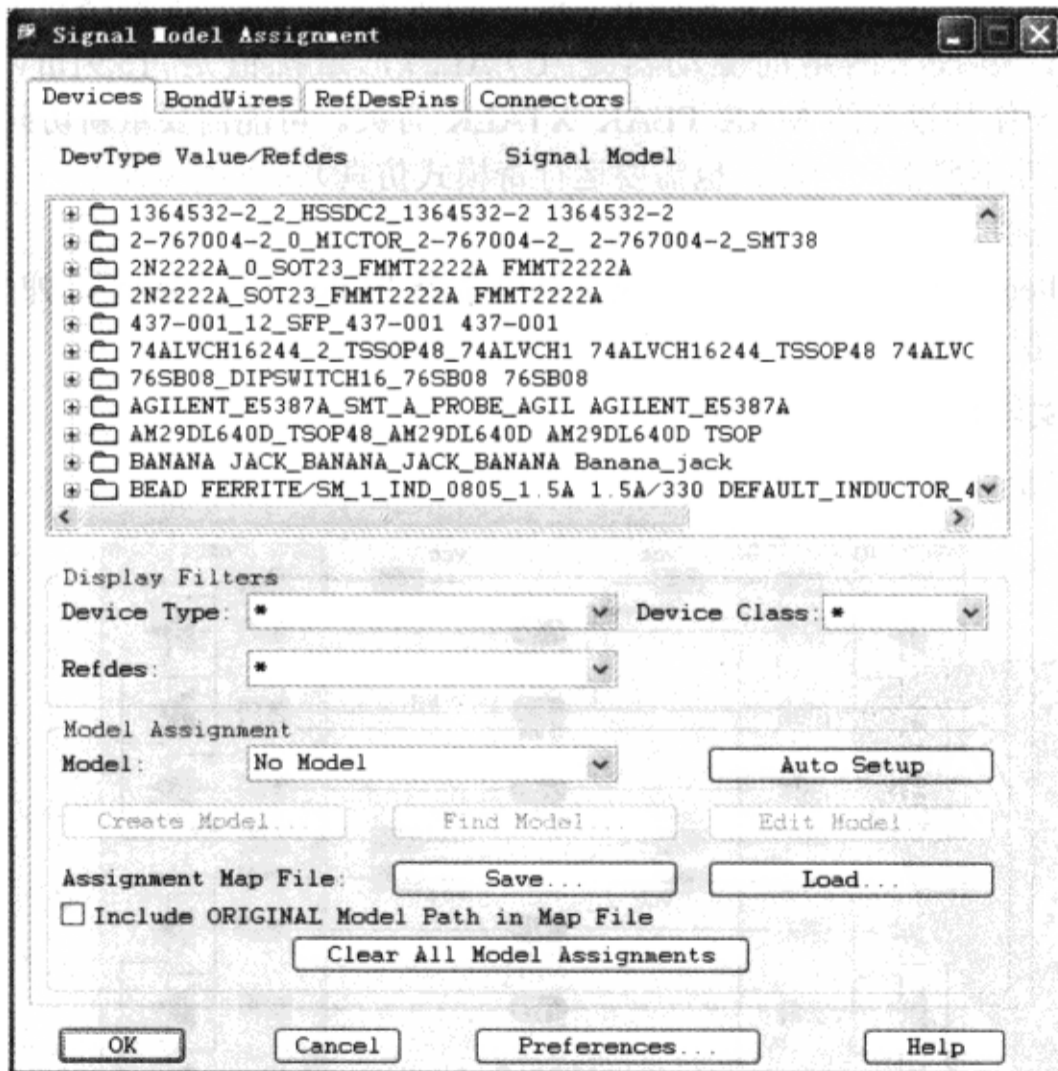

图 5-3-41 “Signal Model Assignment”对话框
(3) 单击“是”按钮，忽略推荐并继续进行信号模型分配→弹出“Signal Model Assignment”对话框，如图 5-3-41 所示。